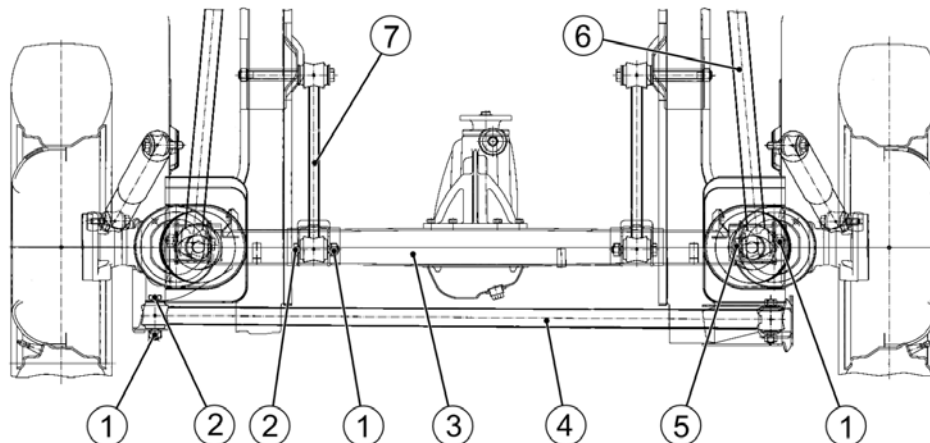

Рисунок 6 – Отсоединение штанг задней подвески от балки заднего моста:
2.10 Отвернуть гайки 1, рисунок 6, болтов 2 и 5 крепления поперечной штанги 4 и продольных штанг 6 и 7 задней подвески к балке 3 заднего моста, извлечь болты, поднять автомобиль, извлечь пружины задней подвески и снять задний мост в сборе. Работу выполнять двумя исполнителями (ключи 19 кольцевые – 2 шт. или головка сменная 19 и гайковерт типа 2250 ф. "Rodcraft" (Германия), молоток слесарный, бородок).